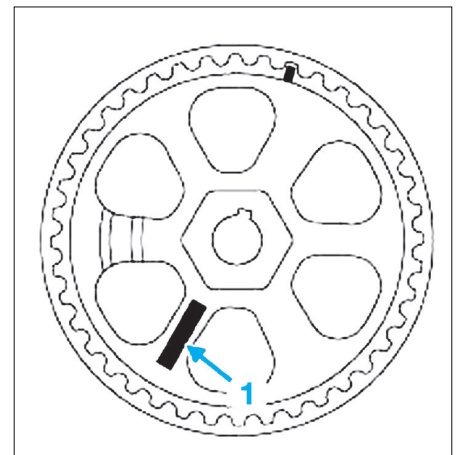

Fig. 37
Il est strictement interdit de déposer de la pompe haute pression toute poulie portant le numéro 070575 (1) (Fig.37). Remplacer l'ensemble "pompe - poulie", si nécessaire.